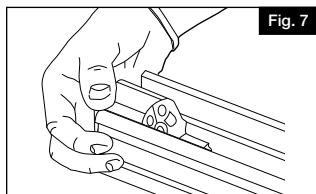

Fig. 7
- a. Insérez les supports d'attache (L) dans chaque extrémité du longeron inférieur pré perforé (C) (Figure 7).